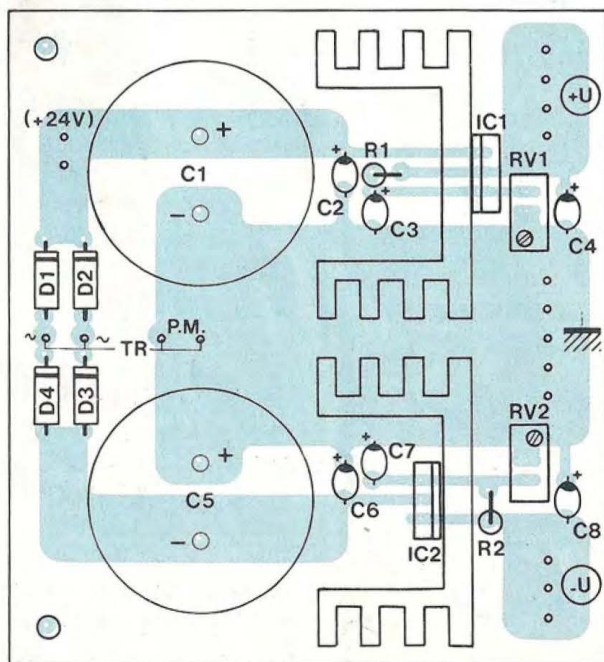

Fig. 9D
- Reste la carte alimentation de la figure 9D. Le plan de câblage parle de lui-même, il n'y a rien à ajouter.